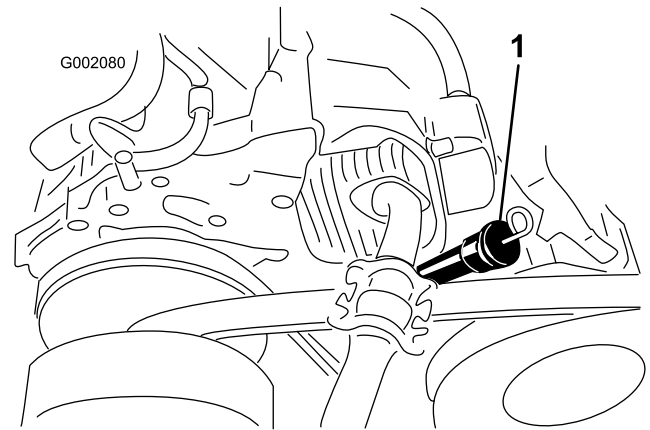

Figura 41
8. Limpie alrededor de la varilla de aceite y el tubo de llenado, y retire la varilla de aceite (Figura 41).
9. Vierta aceite del tipo especificado en el tubo de llenado hasta que el nivel llegue a la marca Full (Lleno) de la varilla (Figura 41).
10. Introduzca la varilla a fondo en el tubo de llenado, retire la varilla y compruebe el nivel de aceite (Figura 41).
11. Instale la varilla en el tubo de llenado hasta que la varilla está colocada firmemente (Figura 41).